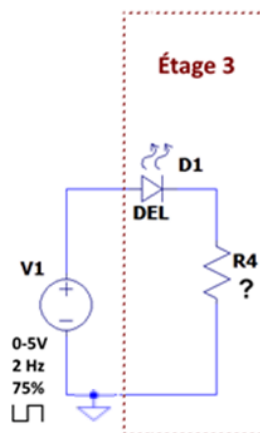

Figure 7 : Circuit de test étage 3 avec générateur de fonction
- 1) Mettez les configurations suivantes sur le générateur de fonction qui servira de source V1 du circuit ci-dessus (Figure 7).